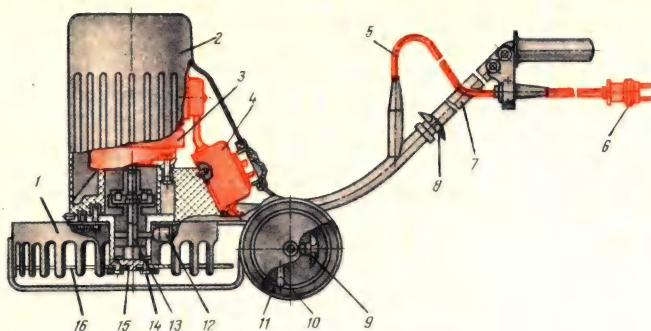

Рис. 18. Электрогазонокосилка ЭК-1000:
**Малогабаритные электрические газонокосилки ГК-1000, ЭК-1000 и модели 1501 (рис. 18).** Машины предназначены для скашивания травы с одновременным ее измельчением (табл. 19). Рабочий орган косилок двухлопастный нож, расположенный в горизонтальной плоскости, изготовлен из специальной стали. Фрикционное устройство предохраняет ножи от поломки при внезапном ударе о твердые предметы. Корпуса косилок выполнены из листовой стали. Ручка управления съемная, складная. Электродвигатель и пускатель закрыты кожухом из цветного ударопрочного полистирола, из которого изготовлены колеса и некоторые другие детали. Длина соединительного кабеля 25 м.